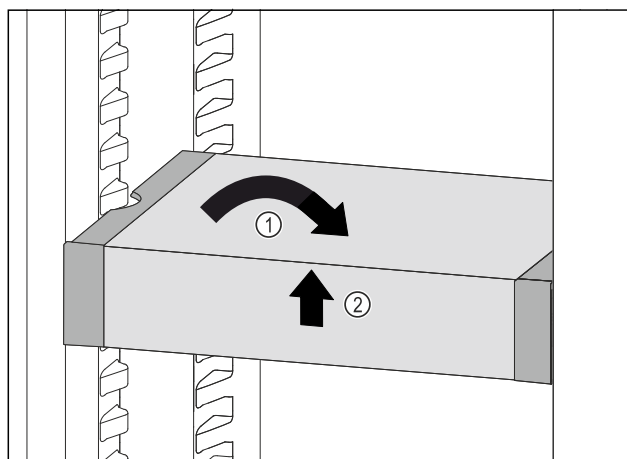

Fig. 83
- ▶ Plasser VarioSafe rett. Fig. 83 (1)
- ▶ Løft VarioSafe opp i forkant. Fig. 83 (2)